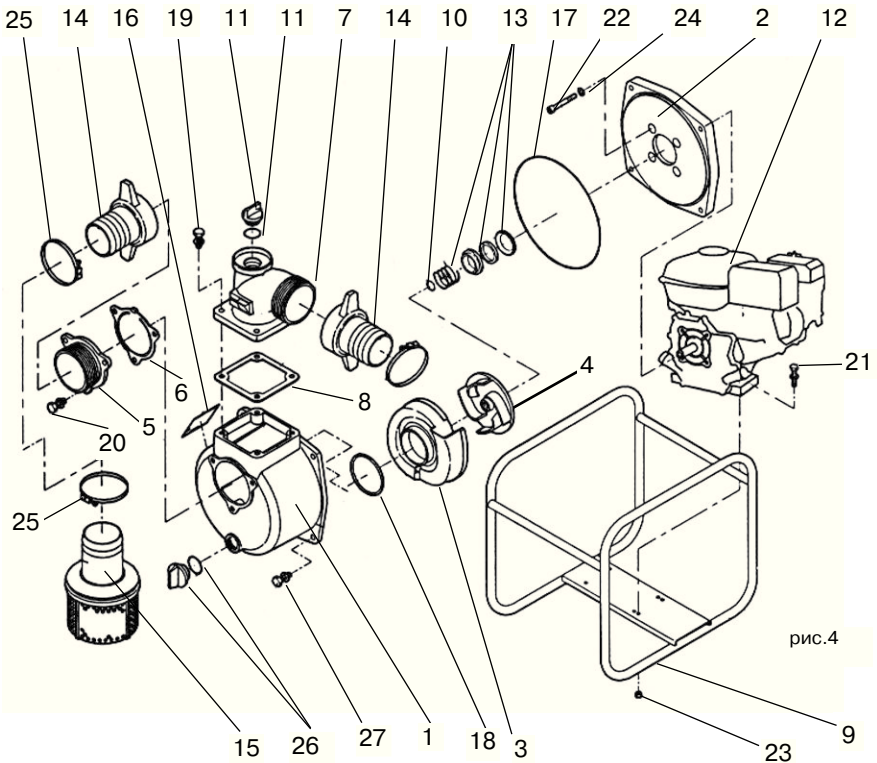

рис.4
5.1. Насос (качающий узел, рис. 4 с детализировкой, таблица 3) включает в себя: